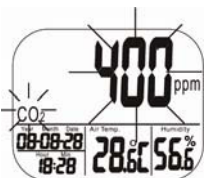

Fig. 20: Pantalla durante la calibración de CO2
- Encienda el medidor mantenga pulsadas la teclas SET, LOG / ▲ y MIN / MAX ▼ simultáneamente más de 1 segundo para entrar en el modo de calibración CO2, Fig. 20.
400 ppm y CO2 están parpadeando en la pantalla LCD mientras se realiza la calibración, Fig. 20. Espere unos 30 minutos hasta que se detenga el parpadeo y la calibración se completará automáticamente. El medidor regresará ahora al modo normal. Para abortar la calibración, presione la tecla ESC durante más de 1 segundo.